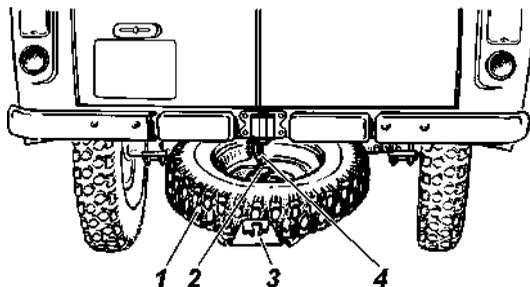

Рис. 9.24. Крепление запасного колеса:
**Крепление запасного колеса** показано на рис. 9.24. Колесо должно быть надежно закреплено на держателе сектором 2 (рис. 9.24).